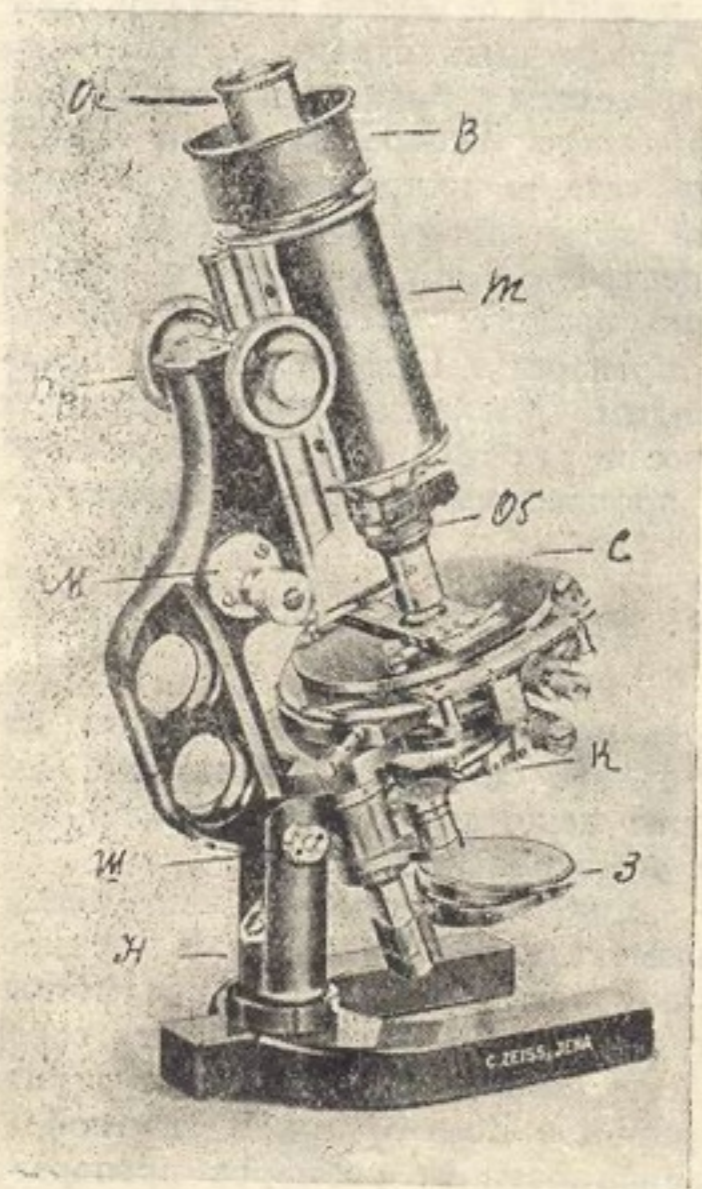

Рис. 2. Микроскоп
Механическая часть микроскопа соединяет всю его оптику в единое целое, обеспечивает удобное обращение с нею. Основанием микроскопа служит подковообразный штатив с ножкой (рис. 2). Шарнир ($Ш$) соединяет предметный столик (O) с осветительным аппаратом (K) и зеркалом ($З$). Над конденсором находится предметный столик (O). Объектив (Ob) и окулятор (Ok) соединяются широкой трубкой тубуса. Окуляр свободно вкладывается в тубус. Тубус микроскопа вместе с окуляром и объективом передвигается зубчаткой с кремальерой (Kp) которая служит для первоначальной грубой наводки на резкость, точная же установка производится посредством микрометрического винта.